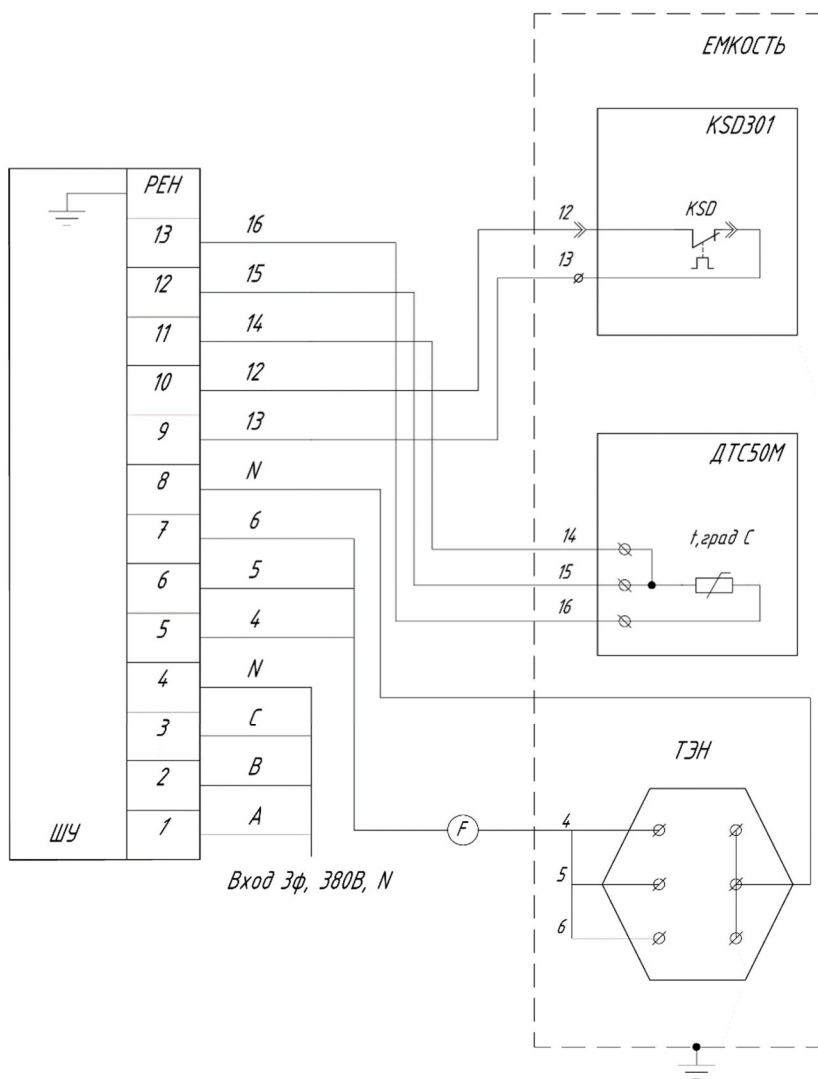

Рис. 2.
- Подсоединить жилы кабеля согласно схеме соединений рис.2.
- Подключить кабель управления от термостата к клеммам в Шкафу Управления, согласно схеме соединений (рис.2).
- Подключить кабель управления от датчика термосопротивления(ДТС50М) к терморегулятору ТРМ1 в ШУ, согласно схеме соединений (рис.2).
**Работы по подключению выполнять согласно схеме соединений рис.2.**